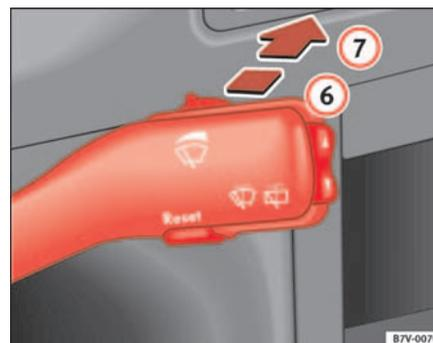

Abb. 81 Scheibenwischer- und Scheibenwischerhebel: Scheibenwischer für die Heckscheibe
- Drücken Sie den Hebel nach vorne in Raste ⇒ Abb. 81 ⑥. Der Wischer arbeitet etwa alle 6 Sekunden. ▶
- Drücken Sie den Hebel ganz nach vorne in die Position  $\Rightarrow$  Seite 121, Abb. 81 **7**. Die Waschautomatik für die Heckscheibe schaltet sich sofort ein, wogegen die Wischautomatik etwas verzögert aktiviert wird. Beide Funktionen sind in Betrieb, solange der Hebel sich in dieser Stellung befindet.